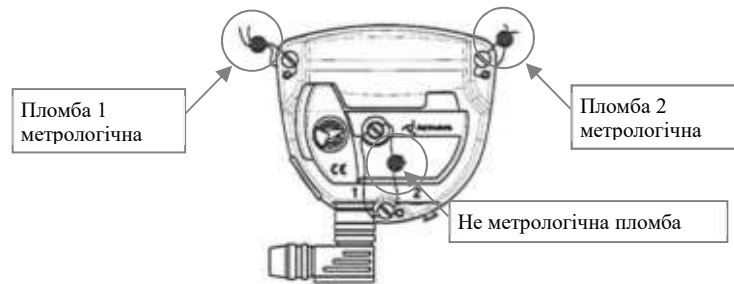

Рисунок 17. Розташування пломб із нанесеним на них клеймом офіційного метрологічного органу
6.1. Перед початком робіт з монтажу лічильника необхідно вивчити цей паспорт лічильника та перевірити наявність метрологічних пломб із нанесеними на них клеймами офіційного метрологічного органу заводу-виробника на відліковому пристрої (див. рис. 17). За відсутності пломб і клейм лічильник до експлуатації не допускається.